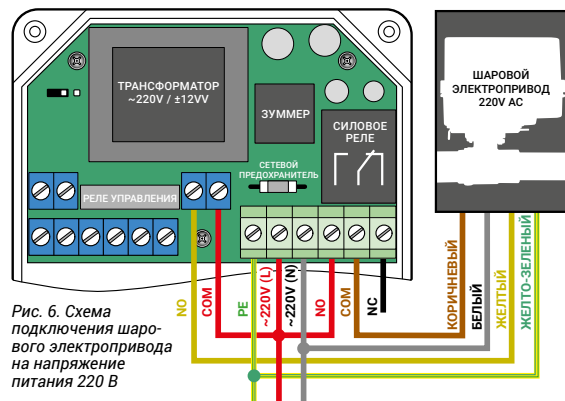

Рис. 6. Схема подключения шарового электропривода на напряжение питания 220 В
6.3. Рис. 6. Схема подключения к блоку управления шаровых электроприводов с напряжением питания 220 В.